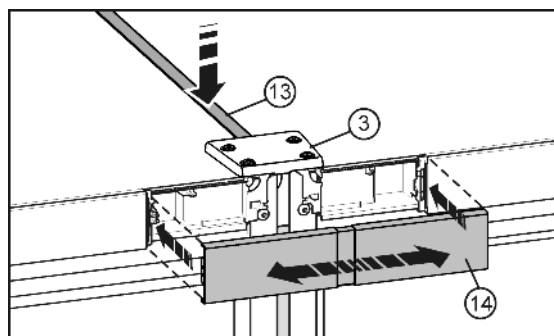

Fig. 10
- ▶ От горната страна, притиснете късата лайсна Fig. 10 (13) в процепа. Лайсната трябва да свършва на една линия със свързващата плоча Fig. 10 (3) на предния ръб.
- ▶ Фиксирайте капак Fig. 10 (14) върху все още откритото междинно пространство между двете обслужващи бленди. Обърнете внимание на това, външните страни на капак да свършват на една линия с обслужващите бленди. За тази цел капакът може да се изтегла.